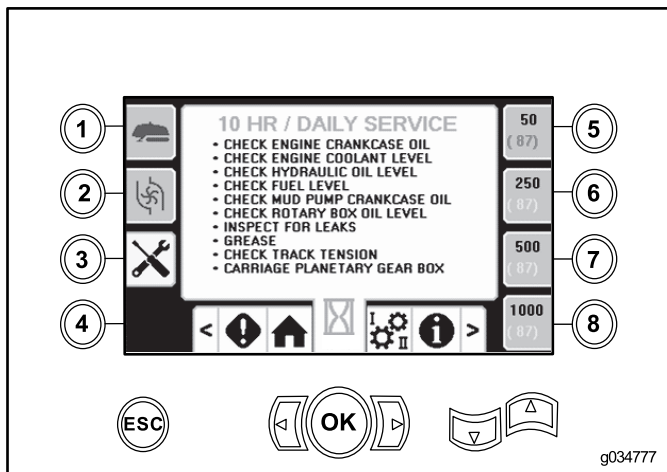

Bild 43
- Taste 3: 10 Stunden/Täglich (**Bild 43**)